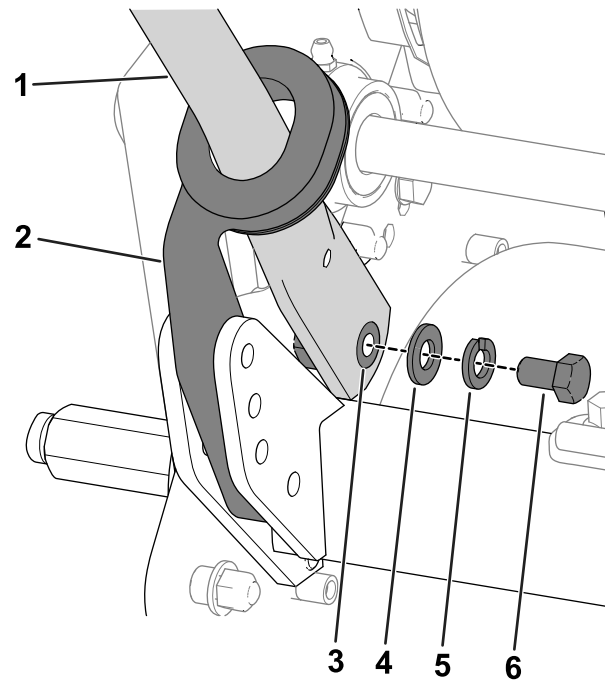

图4
- 向内挤压手柄端部并将其安装到安装销上图4。
- 用之前卸下的螺栓 $\frac{5}{16}$  英寸、垫圈和锁紧垫圈将手柄固定到安装销上图4。